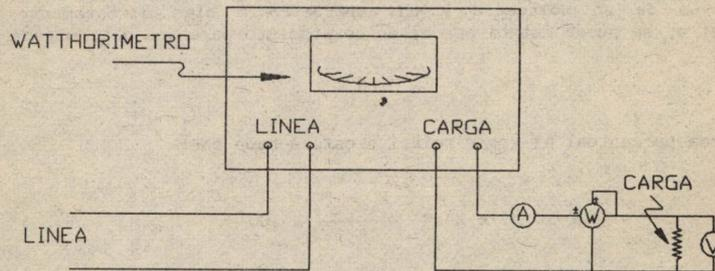

Figura 6
- a) Alambrear el circuito de la figura 6 para una carga determinada.¹